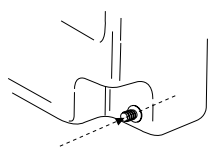

Fig. 2
- 2) Forare la tanica all'interno del beccuccio utilizzando un trapano con punta sottile. Fig. 2.